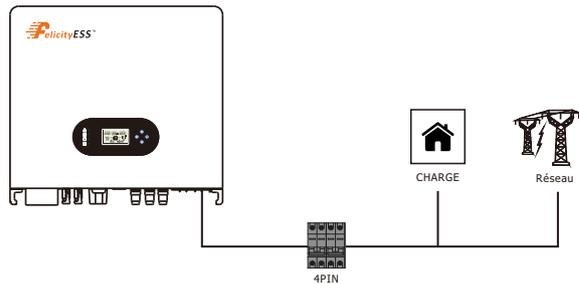

Figure 4.3-2 Connexion du disjoncteur AC
1. Côté AC, le disjoncteur individuel doit être connecté entre l'onduleur et le réseau électrique, mais avant les charges. Voir la Figure 4.3-2.